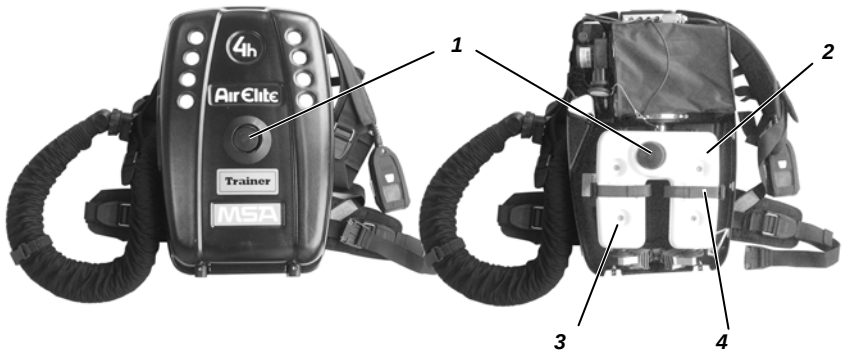

Bild 6 Atemschutzgerät mit Übungskanister
- (1) Lufteinlass (→ Bild 6) abschrauben und Gebläse auf Verschmutzung prüfen.
- (2) Bei Notwendigkeit Gebläse mit Pressluft ausblasen.